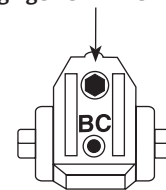

Figure 13
- A l'aide d'une clé hexagonale de 8mm (1/8"), tourner la vis de réglage de la force dans le sens des aiguilles d'une montre pour augmenter la force de fermeture de la porte. (Figure 13)